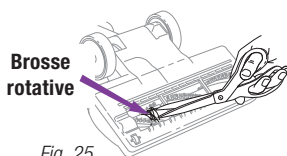

Fig. 25
- 2 Inspectez l'ouverture qui se trouve en-dessous et la brosse rotative. Si une accumulation de débris est présente, la retirer. À l'aide de ciseaux, coupez soigneusement tous fils enroulés autour de la brosse rotative. Évitez d'endommager ou de couper les soies. (Fig. 25)